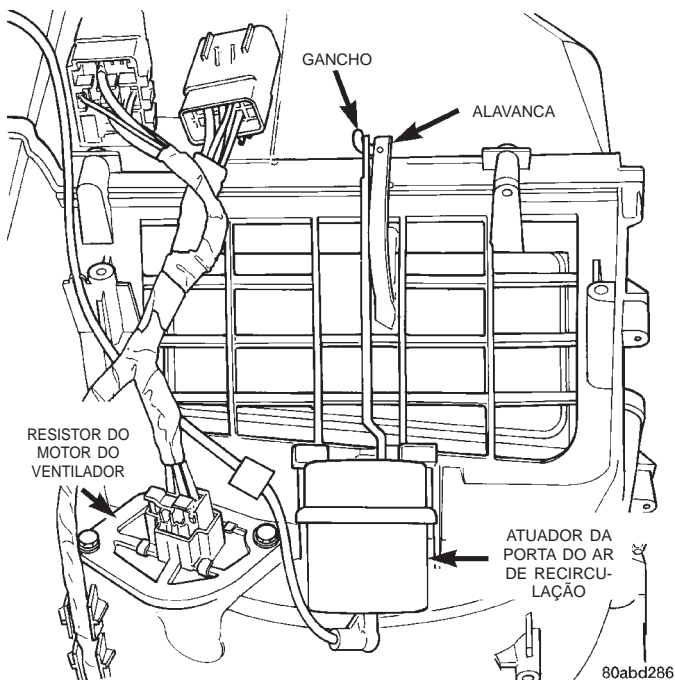

Fig. 49 Remoção/Instalação do Atuador a Vácuo da Porta do Ar de Recirculação
(1) Desconecte e isole o cabo negativo da bateria.
(2) Retire a tampa de recuo do compartimento de A/C-aquecedor. Consulte "Tampa de Recuo", neste grupo, para obter mais informações sobre os procedimentos.
(3) Desligue o conector da chicote de vácuo do atuador da porta do ar de recirculação (Fig. 49).